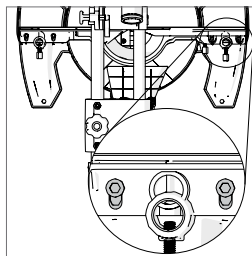

Fig. 18
- La butée est fixée avec deux vis Allen qui se trouvent sur les deux côtés de la butée dans les fentes longues. (Fig. 18)